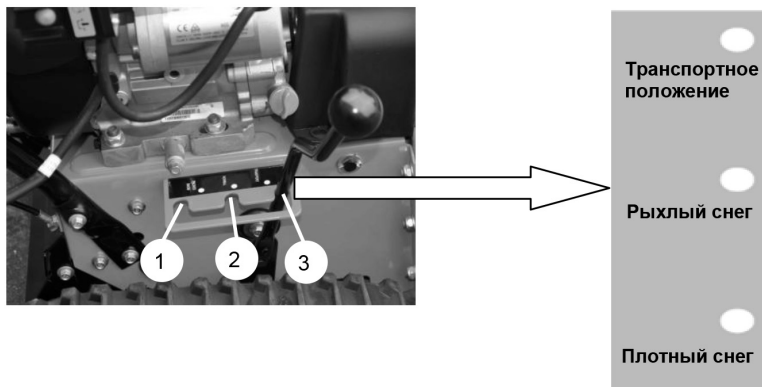

Рис. 31
10.4. Установка клиренса (Рис. 31)